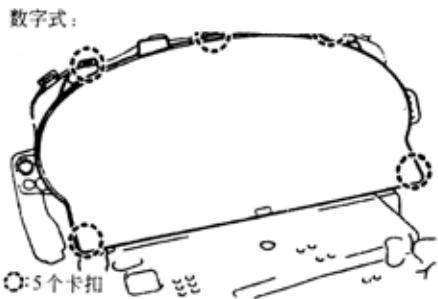

图 9-125
(1) 数字式：松开 5 个卡扣，拆下组合仪表玻璃，如图 9-125 所示。